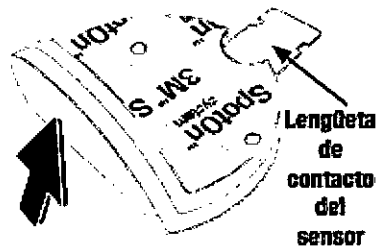

Figura 2-8: Retire el sensor
2. Comenzando en el borde del sensor SpotOn, retire suavemente el sensor de temperatura SpotOn del paciente (Figura 2-8).